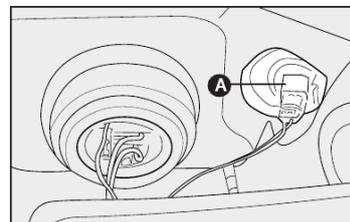

fig. 13
### SUBSTITUIÇÃO DAS LÂMPADAS DAS SETAS DIANTEIRAS - fig. 13
1) Retirar o porta-lâmpadas **A**-fig. 13 girando-o no sentido anti-horário;